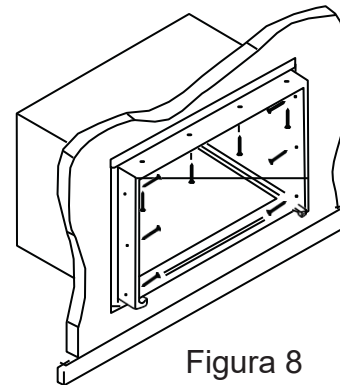

Figura 8
5. Atornille o clave el marco de madera del bastidor usando las cuñas si el marco es de gran tamaño para evitar la deformación (consulte la Figura 8). Recuerde mantener una inclinación adecuada, como se describe en el paso 3.